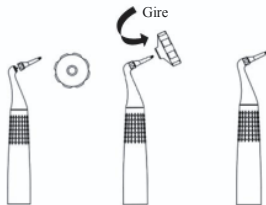

Figura 8 Apriete la boquilla subgingival
3.2.2.1 Instale una boquilla accesoria antes de usarla. Enrosque la boquilla en la parte superior de la pieza de mano subgingival y, a continuación, apriétela con una llave (como se muestra en la figura 8).
[Nota]: Figura 8 Apriete la boquilla subgingival